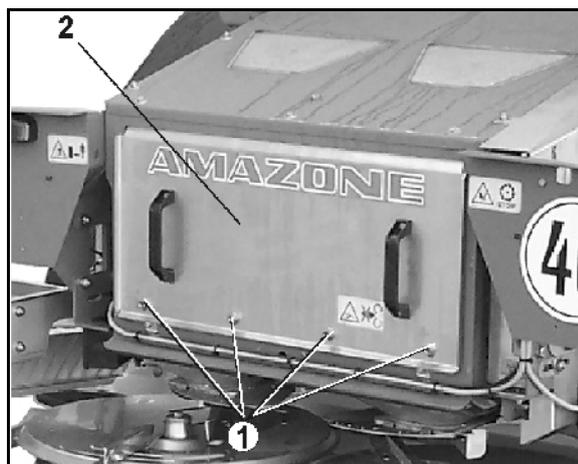

Fig. 81
1. Desserrez les vis (Fig. 81/1) du hayon (Fig. 81/2).